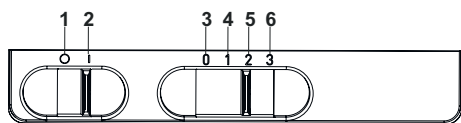

Fig. 17
1. ➤ Portare in questa posizione per spegnere la lampada (Fig. 17).
2. ➤ Portare in questa posizione per accendere la lampada ( Fig. 17 ).
3. ➤ Portare in questa posizione per spegnere la lampada (Fig. 17).
4. ➤ Portare questa posizione quando si desidera utilizzare il prodotto alla velocità 1 ( Fig. 17 ).
5. ➤ Portare questa posizione quando si desidera utilizzare il prodotto alla velocità 2 ( Fig. 17 ).
6. ➤ Portare questa posizione quando si desidera utilizzare il prodotto alla velocità 3 ( Fig. 17 ).